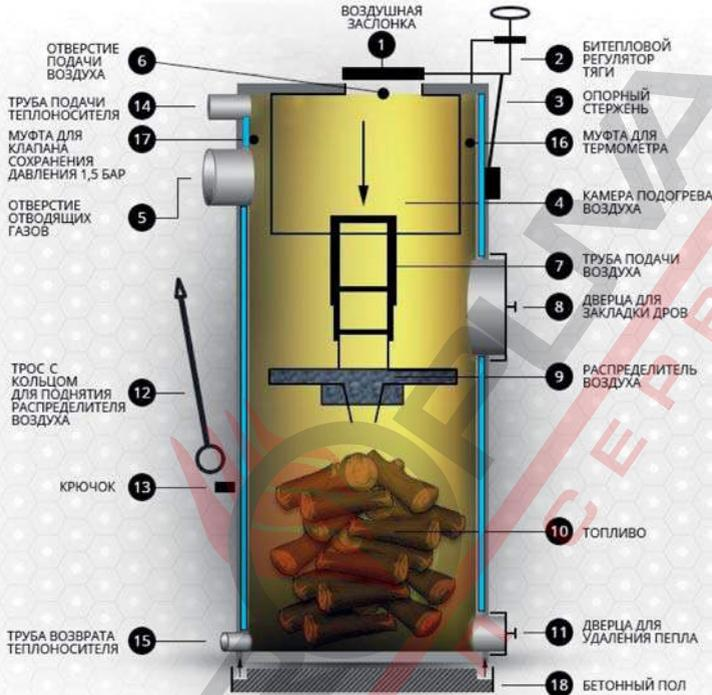

рис. 1
5.3. ОПИСАНИЕ КОНСТРУКЦИИ КОТЛА (рис. 1 и 2)